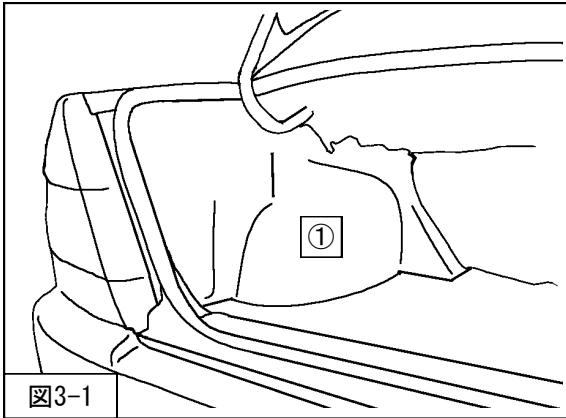

図3-1
1. ①トランクルームサイドトリムを取外してください。(図3-1)